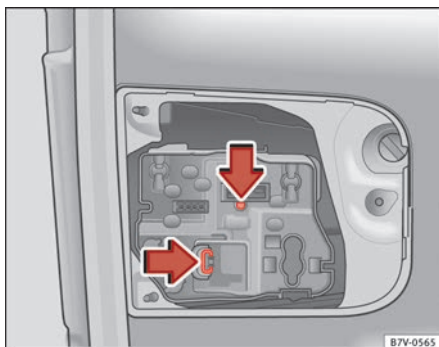

Abb. 210 In der Heckklappe: Lampenhalter herausnehmen.
5. Verriegelungslaschen in Pfeilrichtung drücken ⇒ Abb. 210 und Lampenhalter herausnehmen.